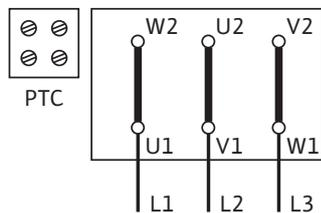

Fig. 45: Y-Δ-start (standard)
Tilslutningsskemaet for den elektriske tilslutning sidder i klemmeboksen (se også Fig. 45/46).
- Nettilslutningen til klemmebrættet er afhængig af motoreffekten P_2 , af netspændingen og af tilkoblingstypen. Den nødvendige tilkobling af forbindelsesbroerne i klemmeboksen fremgår af følgende liste "Tab. 4: Konfiguration af tilslutningsklemmerne" på side 106 samt Fig. 45/46.
Y-Δ-start (standard)	Forbindelsesbroer fjernes (Fig. 45)